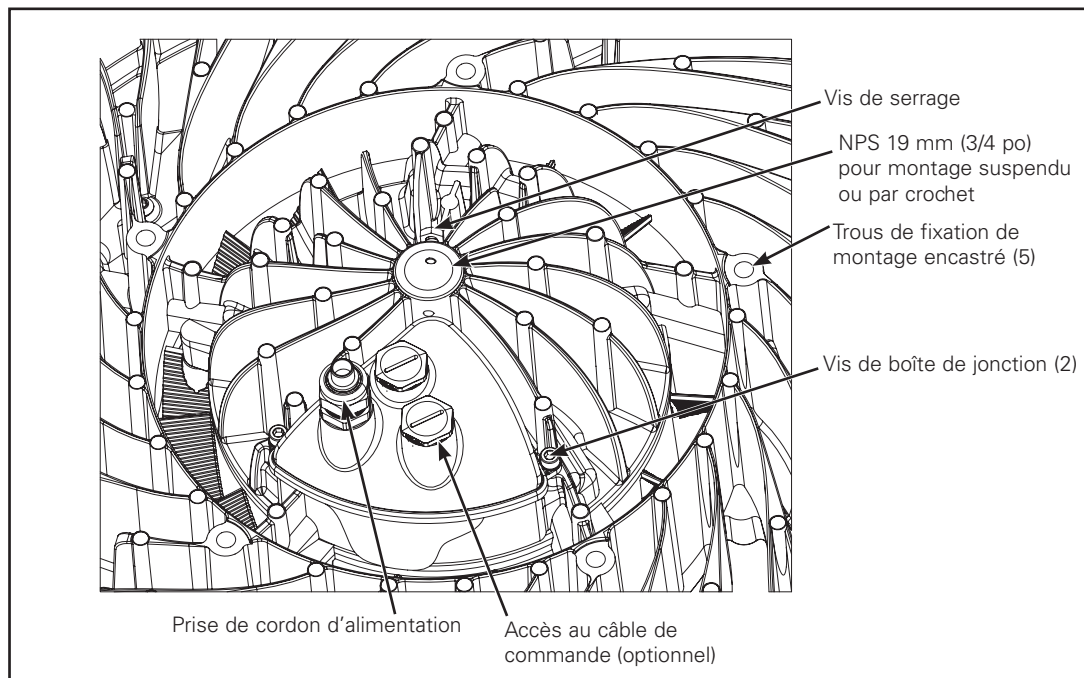

Figure 2.
1. Retirer les deux vis de la boîte de jonction à l'aide d'une clé hexagonale de 4,8 mm (3/16 po) (Figure 2).